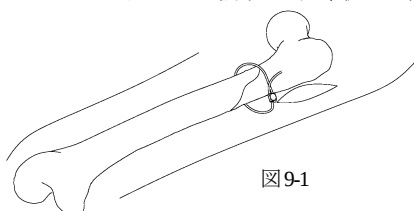
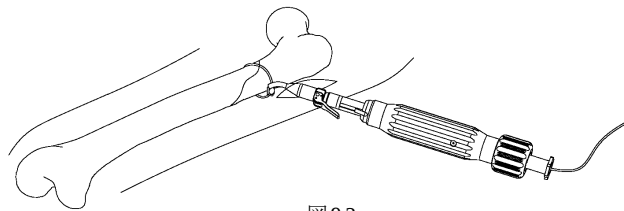

図9-1
図9-2
- 9) 締結器のケーブルホールにケーブルを通し(図9-1)、ラージケーブルテンショナーにてケーブルに張力をかけて固定します(図9-2)。